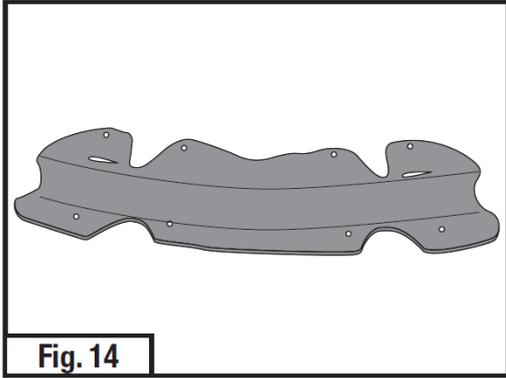
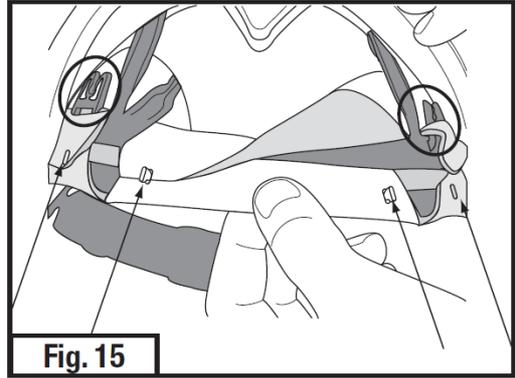

Fig. 14
Fig. 15
2. 按照（图15）所示方法把S-953标准衬垫（图14）固定在高级头架上。衬垫的两道较长插槽勾住图15中头架左右两侧的卡位。用头架上的四个小卡位充分固定衬垫。